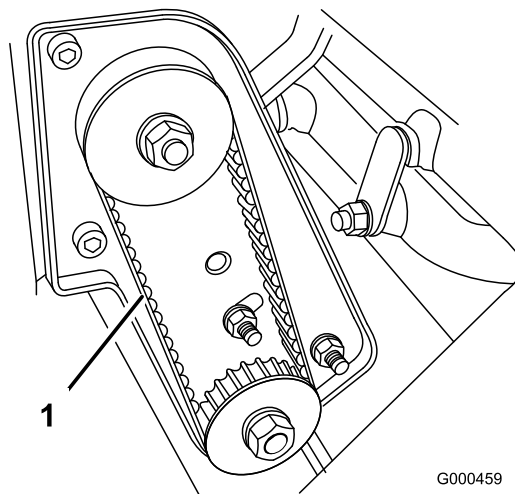

图41
2. 使用  $1.80 \pm 0.45\text{kg}$  的力按压滑轮之间皮带轮 (图41) 中间的位置, 检查皮带的张紧力。皮带应下压 4.8~7.9mm。如果下压不正确, 请转至下一步。